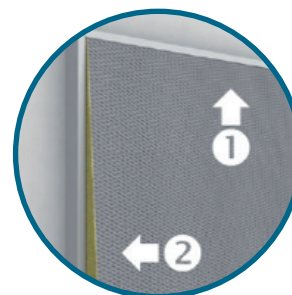

Рис. 5
2.1. Аккуратно установите панели в ячейку. Монтаж начинают с крайнего ряда. Верхнюю панель заведите в горизонтальный П-профиль до упора, а затем сдвиньте панель в вертикальный П-профиль. (Рис. 5)